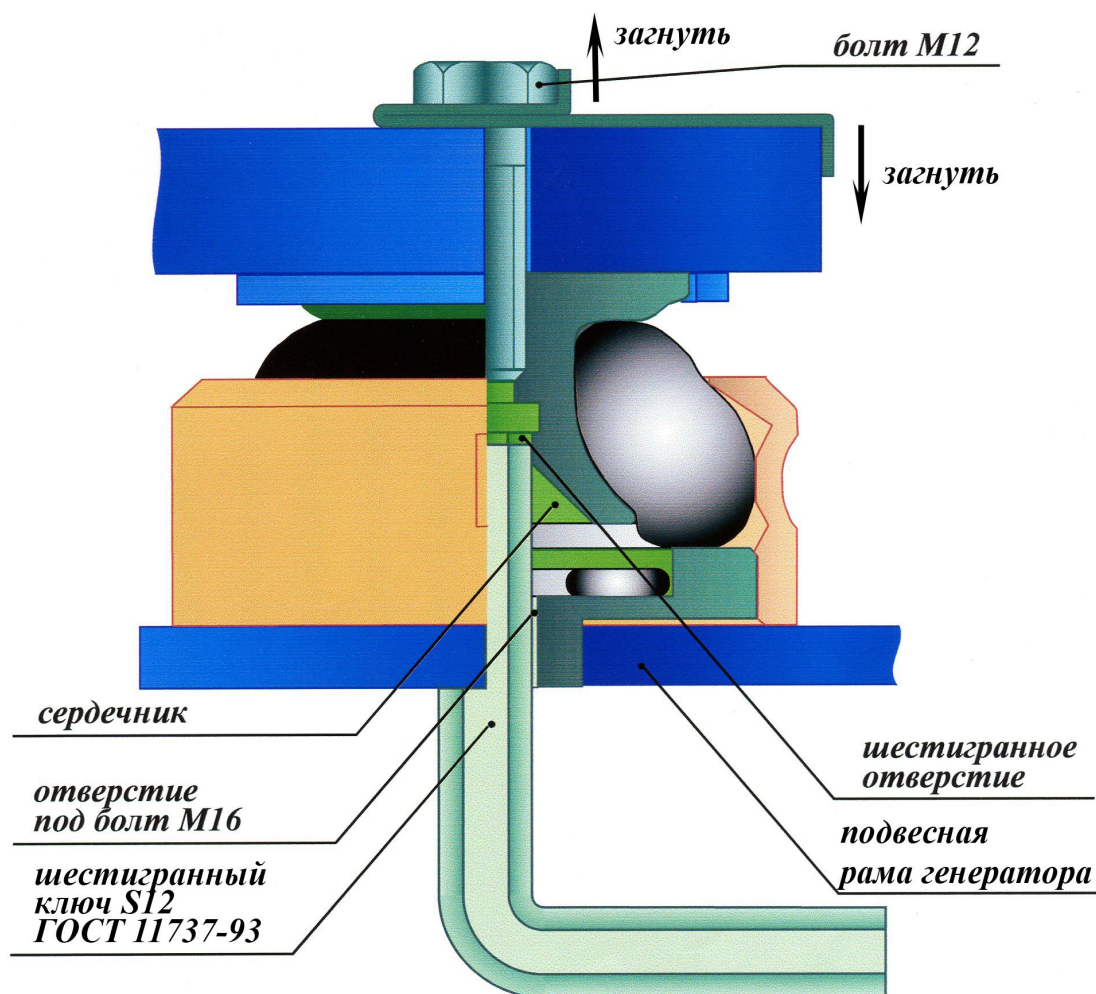

Рисунок 3 – Использование торцевого ключа
2.1.2.1.1 Установить верхнюю стопорную планку 10 (рис.1) и затянуть болтом M12 – размер под ключ S19 (класс прочности не ниже 8.8 поз.9, момент затяжки - 55 ± 5 Нм) при этом удерживая сердечник 2 от проворачивания торцевым ключом S12 (рис.3). Загнуть лапки верхней стопорной планки 10 за головку болта и край лапы генератора.
2.2.2 Разогнуть лапки верхней стопорной планки 10. Удерживая сердечник 2 от проворачивания торцевым ключом S=12 вывинтит болт М12, снять верхнюю стопорную планку 10 (рис.1, рис.3).